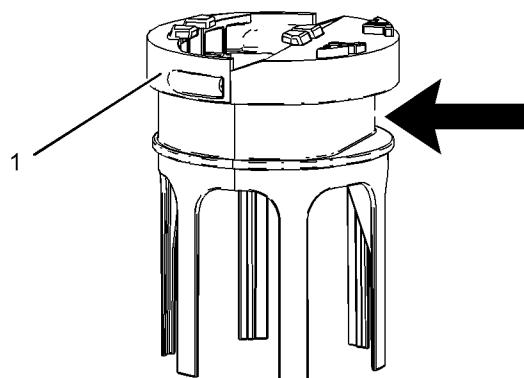

图 73
4. 拉出舌片 (5)，拆下集管盘管底部的吸油滤清器 (4)。用新的吸油滤清器进行更换。
6. 确保带夹如图 73 所示对准滤清器底座的平整部位。将带夹紧固至 $4.5 \pm 0.7 \text{ N}\cdot\text{m}$ ($40 \pm 6 \text{ lb in}$) (1)。拧紧带夹时，确保滤清器没有褶皱。